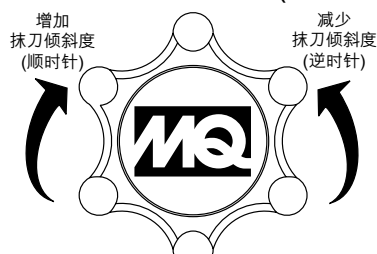

图9. 抹刀倾斜星轮(标准把手)
1. 对于**标准把手**型号来说，通过将抹刀倾斜星轮(图9)按逆时针方向转到尽头即可最大程度曝露倾斜电缆，此时抹刀即无倾斜(抹刀保持水平)。